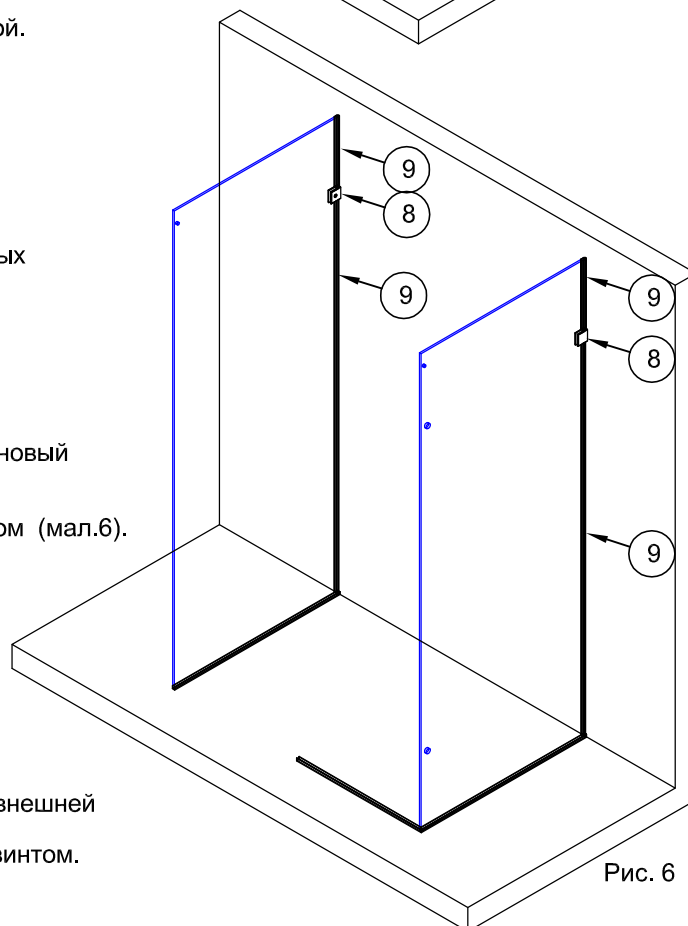

Рис. 6
2.5. Установить уплотнители №9 на торцы стеклянных панелей от стены. Отрезки уплотнителя подрезать для плотного прилегания к держателям и к профилям №5 и №7 на полу (рис.6).